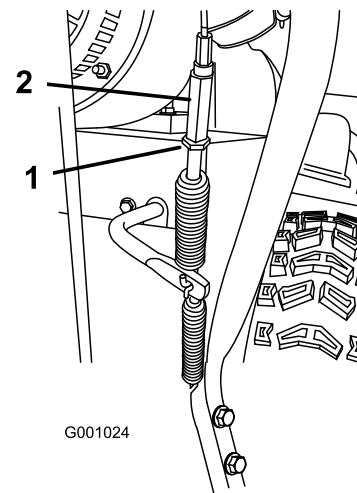

Figure 39
6. Desserrez l'écrou de blocage (Figure 39).
7. Desserrez ou serrez le tendeur de réglage de la tension du câble (Figure 39).